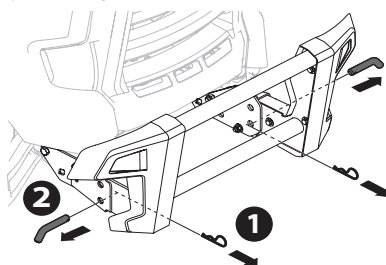

Figura 57
1. Quite los dos pasadores de chaveta, y luego tire de los pasadores (Figura 57).